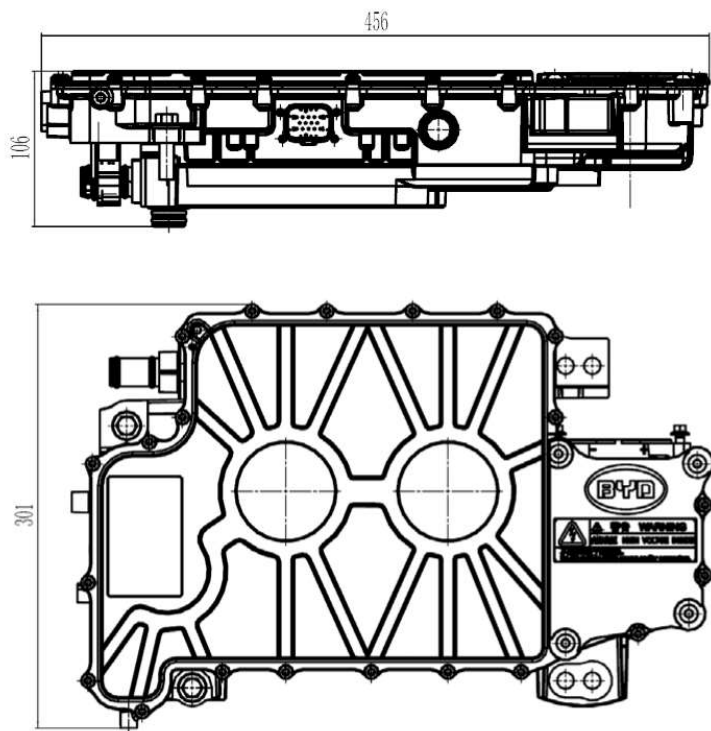

图 10
4) 驱动电机控制器总成外观尺寸大小 $A \times B \times C = 456\text{mm} \times 301\text{mm} \times 108\text{mm}$ (见下图 10) :
1) **排出齿轮油：**在动力总成拆卸前，用扭矩扳手（H10）打开放油螺塞组件（如图10），将变速箱体内的润滑油排放干净，再装上放油螺塞组件，防止在拆卸过程中，异物掉入变速箱腔体内。